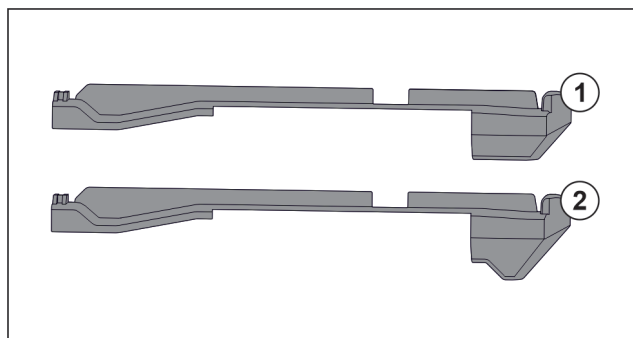

Fig. 48 Сравнение вставных частей
В устройстве находятся две разные вставные части. Вставная часть над самым нижним выдвижным ящиком Fig. 48 (2) имеет треугольную кромку. Все прочие вставные части Fig. 48 (1) имеют прямую кромку.
- ▶ Установите вставную часть Fig. 48 (2) с треугольной кромкой над самым нижним выдвижным ящиком.
- ▶ Установите вставную часть Fig. 48 (1) с прямой кромкой на все прочие места.